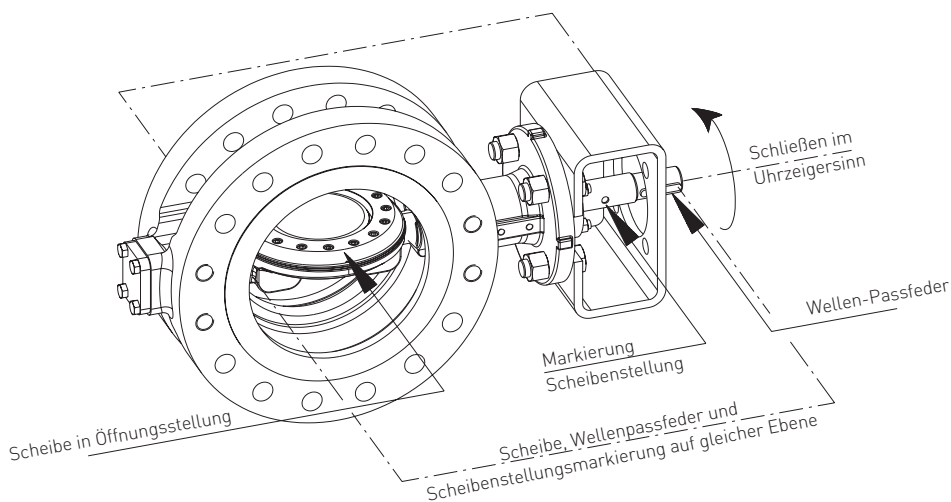
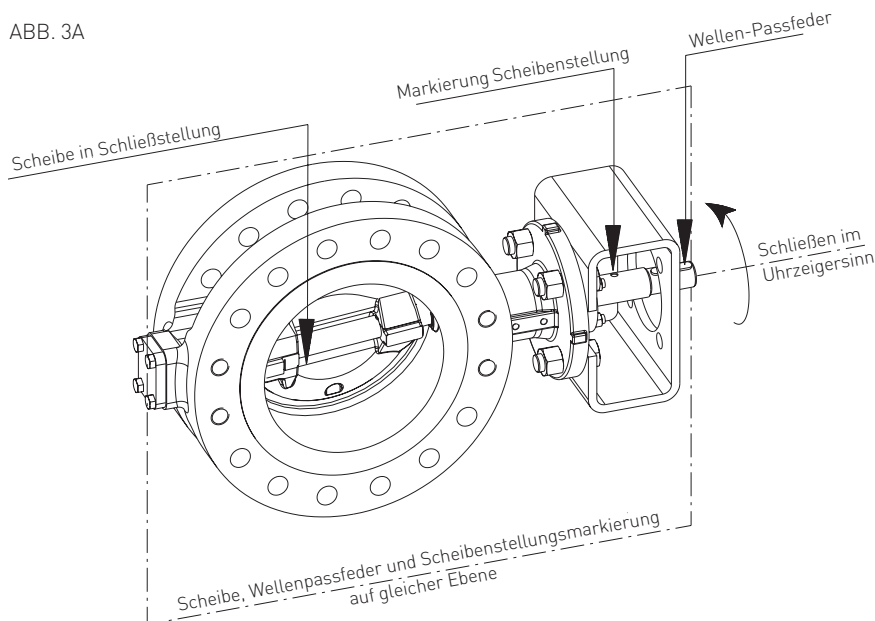

ABB. 3A
ABB. 3B
2. Die Funktion der Armatur ist durch einen vollen Öffnungs- und Schließvorgang zu überprüfen. Die Ausrichtung der Armatur kann anhand der Stellungsmarkierung an der Welle überprüft werden. Diese sollte in normaler Auf-Stellung parallel zur Rohrleitung liegen (siehe Abb. 3A) und sich beim Schließen der Armatur im Uhrzeigersinn in eine Position parallel zu den Flanschen bewegen (siehe Abb. 3B).